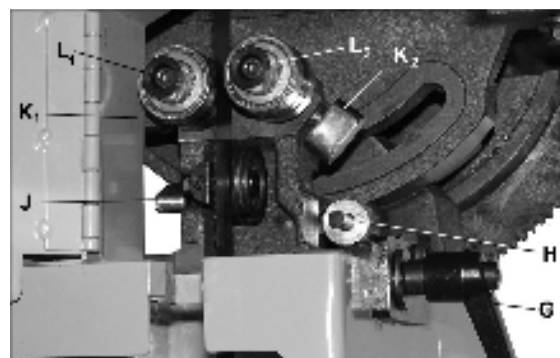

Рис. 31: нижние направляющие пильного полотна
См. Рис. 31.
- Краткое описание:* ослабьте запорный рычаг (Рис. 31, G), чтобы сместить кронштейн направляющих с помощью ручки регулировки (Рис. 31, H). (Ручка J (Рис. 31) должна быть затянута.) Ослабьте ручку (Рис. 31, K1, K2), чтобы повернуть направляющие подшипники с помощью ручки L1, L2 (Рис. 31). Для регулировки упорного подшипника ослабьте ручку J и вращайте ручку регулировки H.
ПРИМЕЧАНИЕ: для удобства использования запорного рычага (Рис. 31, G) его положение можно поменять. Просто потяните рычаг, проверните его на оси и отпустите. Убедитесь, что рычаг сел на ось.